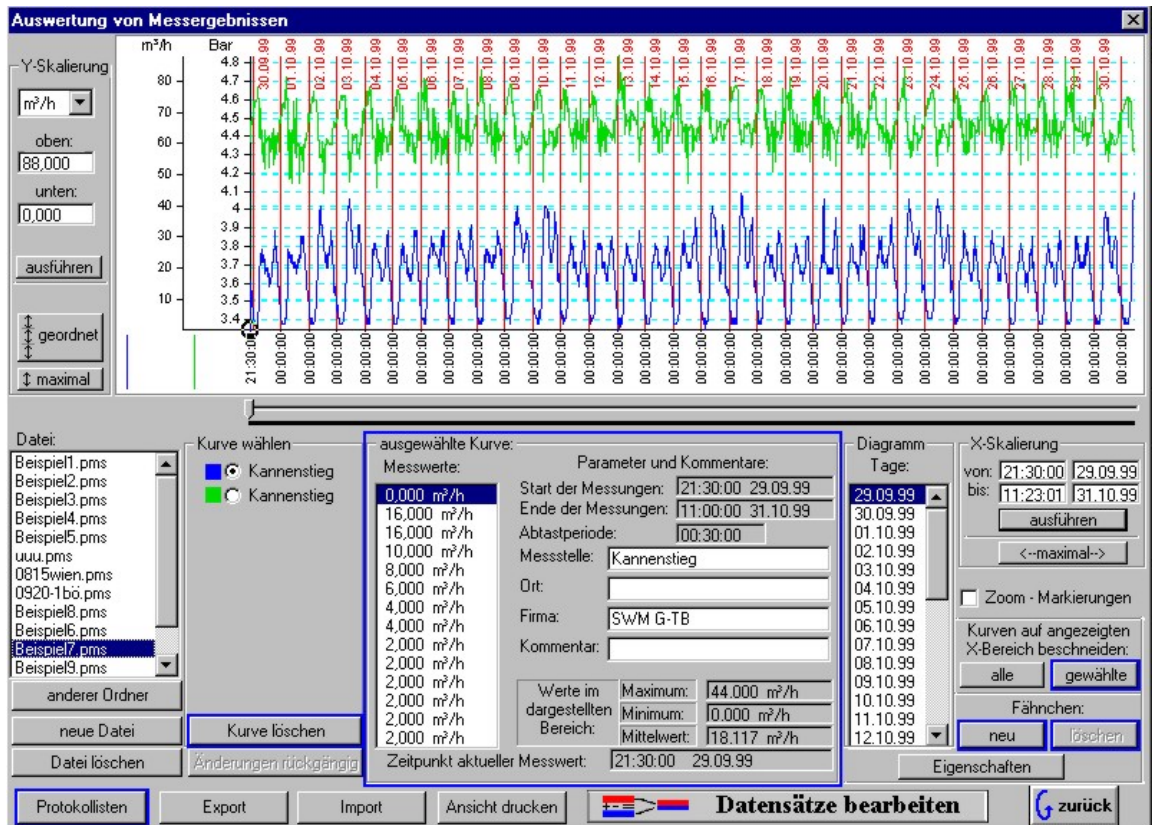

Abbildung 33
Sie gelangen sofort in das Auswertungsmenü, die zuletzt bearbeitete Datei wird eingeblendet (Abbildung 33).
- Durch Klick auf **geordnet** im Eingabebereich der Y-Skalierung wird die Diagrammfläche unter den Maßeinheiten gleichmäßig streifenförmig aufgeteilt. Der kleinste Wert jedes Maßeinheitenbereiches schließt mit dem unteren Rand und der größte Wert mit dem oberen Rand des zugehörigen Streifens ab. Die Kurven der Maßeinheitenbereiche können sich deshalb nicht überlappen. Die in Abbildung 33 dargestellten Kurven wurden auf diese Art und Weise angeordnet.